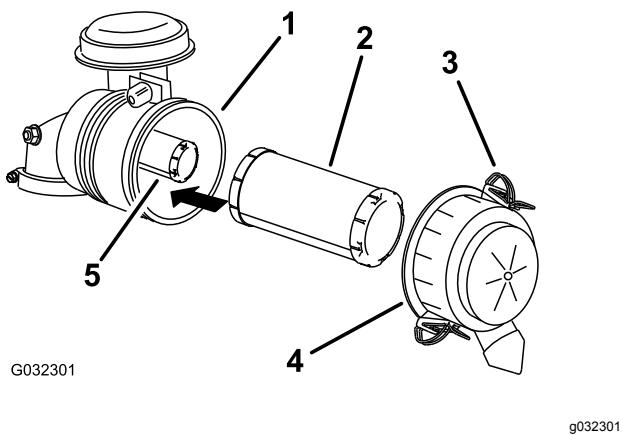

Figura 54
3. Liberte os trincos do filtro de ar e empurre a cobertura do filtro de ar para fora do corpo do filtro (Figura 54).
5. Empurre suavemente o filtro primário para fora do corpo do filtro de ar (Figura 54).
- Se substituir o filtro de segurança, empurre-o com cuidado para o corpo do filtro (Figura 54).
- Empurre com cuidado o filtro primário sobre o filtro de segurança (Figura 54).
- Instale a tampa do filtro de ar com o lado indicado como **up** virado para cima e aperte os trincos (Figura 54).